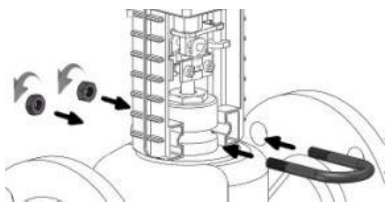

РИС. 3
3. Вставьте U-образный болт (Рис.3); Затем используйте две гайки М8, чтобы затянуть U-образный болт, максимальный крутящий момент затяжки гайки  $M_{ax} = 16$  Нм. Инструмент для установки: фиксированный ключ с отверстием 13 мм